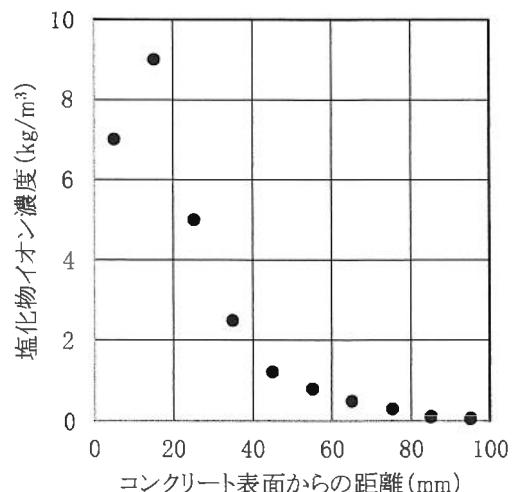

図1 塩化物イオン濃度分布
- (1) 塩害の発生が懸念される鉄筋コンクリート構造物からコアを採取して, コンクリート中の塩化物イオン濃度分布を調べたところ, 図1が得られた。鉄筋(D16)のかぶりが70mmであった場合, この鉄筋が腐食しているかどうかを, その理由とともに述べよ。なお, この構造物は建設後20年が経過している。
- (2) (1)の構造物の長寿命化を図るために補修工法として適当と考えられるものを, その根拠とともに示せ。
- (3) 鉄筋が腐食すると, コンクリートのテンションステイフニングが失われると言われているが, このテンションステイフニングとは何か簡潔に説明せよ。